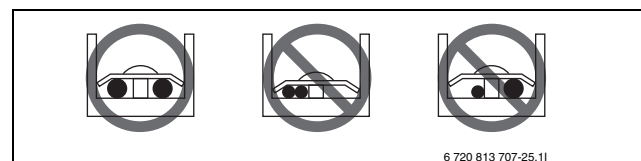

Bild 28
- Beim Anschließen von gleich starken Kabeln siehe Abbildung (→ Abb. 28).